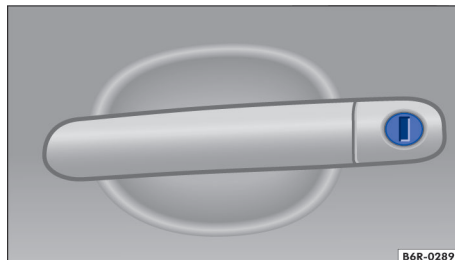

Fig. 43 Manilla de la puerta del conductor con botón de cierre.
- Introducir la paleta de la llave en el cilindro de la cerradura y destrabar o trabar el vehículo → fig. 43.